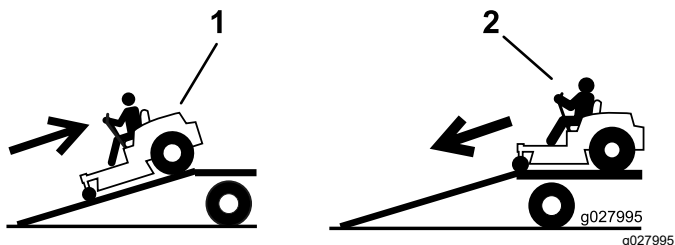

Figura 34
4. Suba a rampa em marcha atrás (Figura 34).
2. Desça a rampa em marcha para a frente (Figura 34).